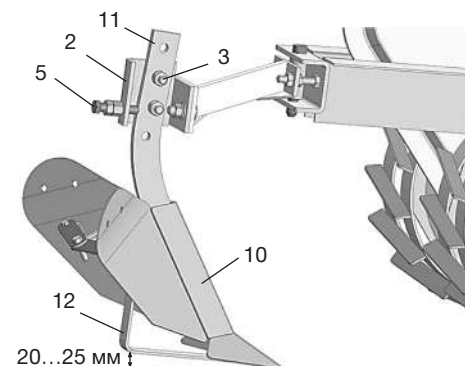

Рис. 6
Присоединить ОКУЧНИК (10) к замку (2) сцепки при помощи болтовых соединений M12 (3), как показано на Рис. 6. При этом регулировочный болт (5) должен быть упёрт в стойку (11) ОКУЧНИКА. Резьбовые соединения оставить не затянутыми для возможности последующей регулировки. Произвести предварительную регулировку заглабления ОКУЧНИКА аналогично настройке ПЛУГА.